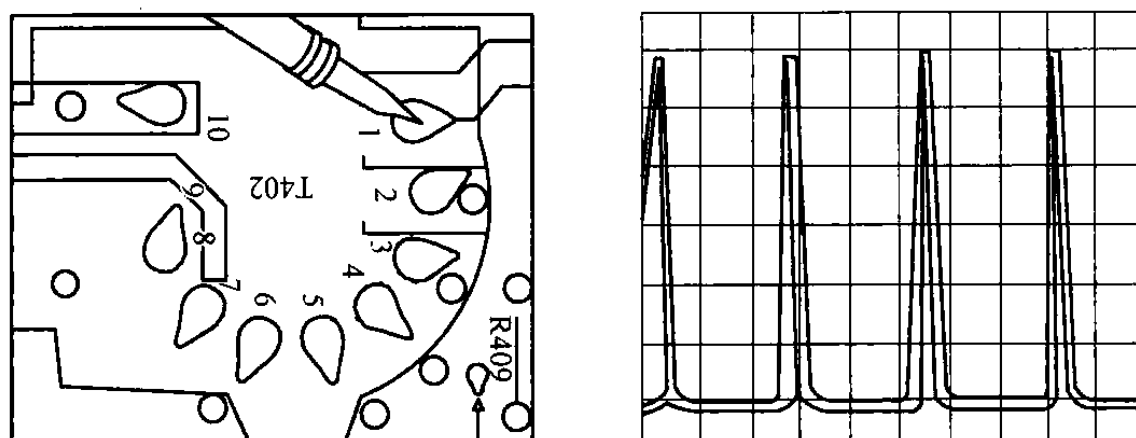

图 2-47 检测 T402①脚的信号波形
⑦ 在行电路中,行输出级变压器 T402 与行输出级晶体管 Q402 都工作在超高压的条件下,因而是容易损坏的部分。下面用示波器分别检测一下 T402 的各个引线脚,测量前应将示波器的探头调整为 $\times 10$ 。如图 2-47 所示,将示波器的探头探到 T402 的①脚上,在示波器的屏幕上可看